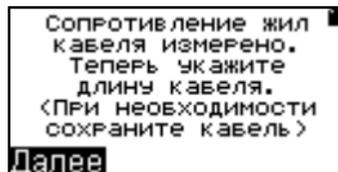

Рисунок 58
- Подключите кабель известной длины к зажимам, далее установите температуру кабеля с датчика или вручную. Прибор проведет измерение и выдаст сообщение (рисунок 58), нажмите - **Далее**.